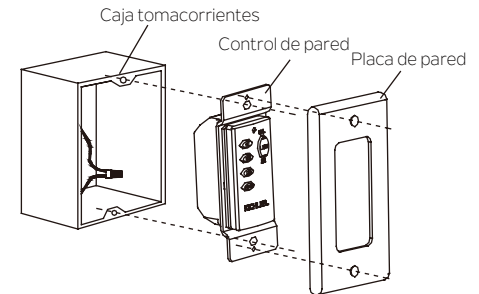

Fig. 26
Paso 2. Debe usar los tornillos provistos para asegurar el control de pared a la caja tomacorrientes de pared. (Fig. 26)